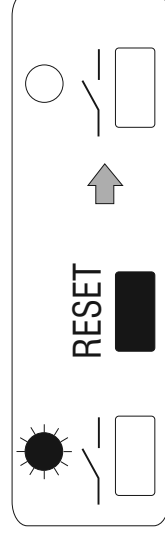

Fig. 5
- Premere brevemente il **tasto "Reset"**; al rilascio la forzatura temporanea verrà annullata (fig.5).